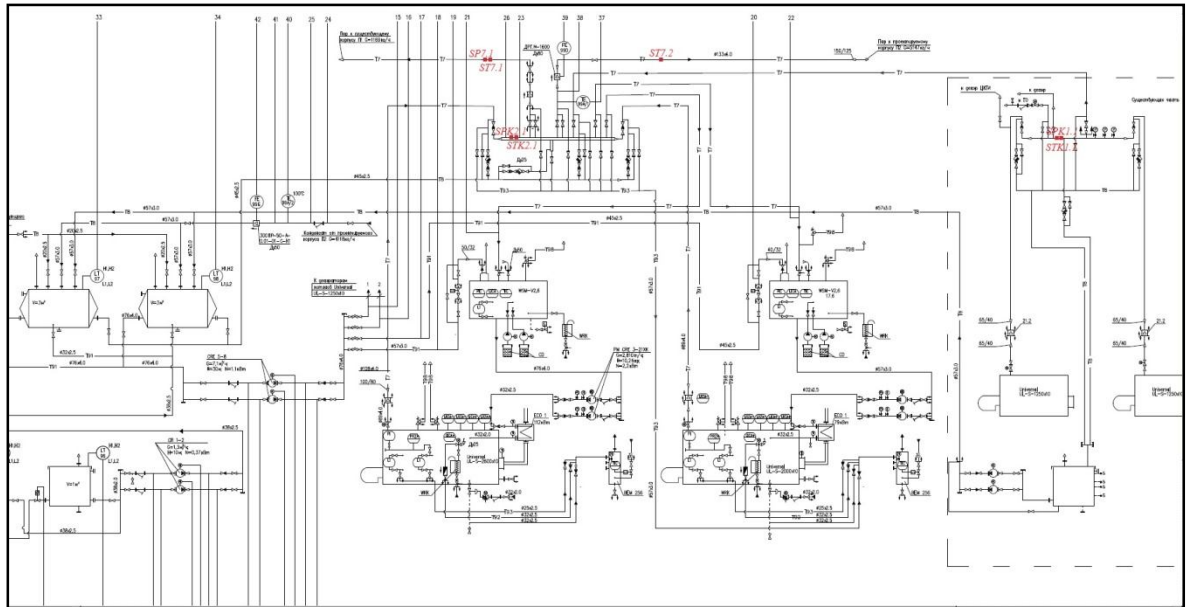

Рис.1
1. Разработана техническая документация на систему (электрические схемы, схемы соединений, структурные схемы, схемы расположения оборудования, инструкции по эксплуатации и т.д.), рис. 1,2.